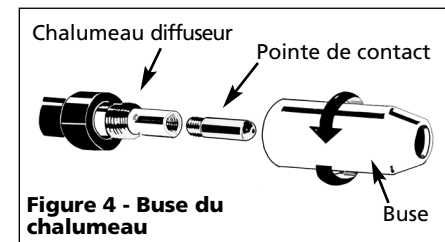

Figure 4 - Buse du chalumeau
- Le fil s'agence à la pointe de contact sur l'extrémité du pistolet (voir figure 4).
- du bout du chalumeau de soudeur (Voir Figure 4). Brancher le soudeur dans une prise de courant convenable.
- Glisser avec soin la pointe de contact sur le vil et visser la pointe sur l'extrémité du chalumeau. Installer la buse en tournant dans le sens des aiguilles d'une montre (voir figure 4). Couper le fil à environ 1/4 po (0,635 cm) de l'extrémité de la buse.